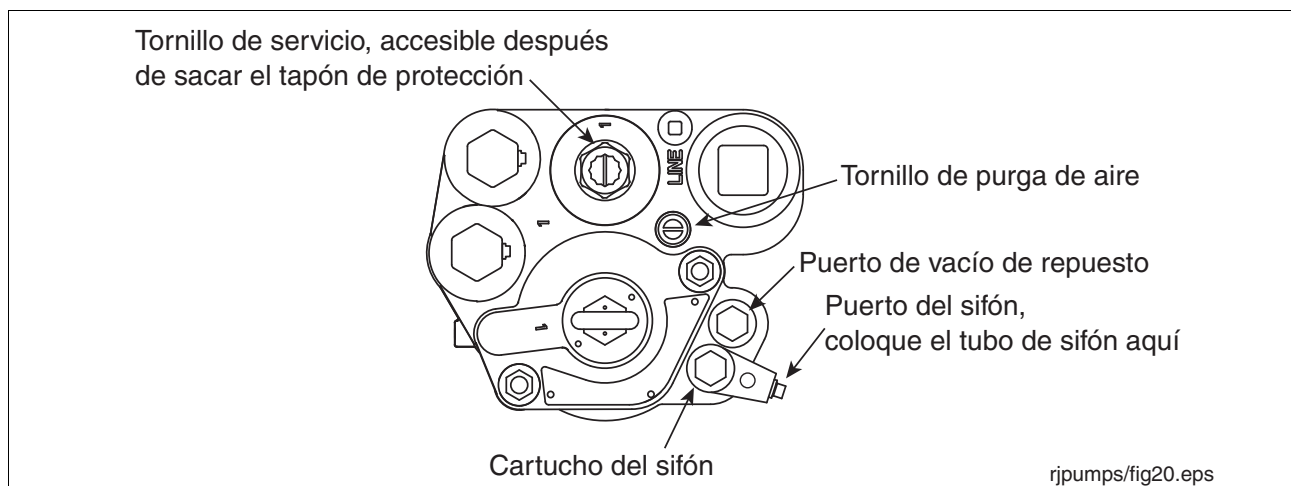

Figura 27. Conexión del sifón
El puerto del sifón para la STP Red Jacket es un conjunto de sifón de bronce que entra en uno de los dos puertos de vacío (vea Figura 27). El extremo del puerto se puede girar después de aflojar el cuerpo hexagonal en la parte superior para alojar el tubo de sifón entrante. Apriete el conjunto del sifón a 15-30 libras pie (20-41 Nm) después de ubicarlo.
2. Gire el tornillo de la purga de aire 2 o 3 vueltas hacia la izquierda (vea la Figura 27).